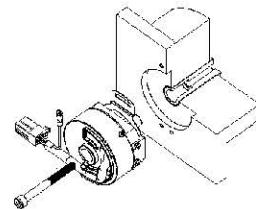

图 C-8
4. 退出 M10 螺钉，再退出 M5x50 螺钉，取下编码器，见图 C-8。